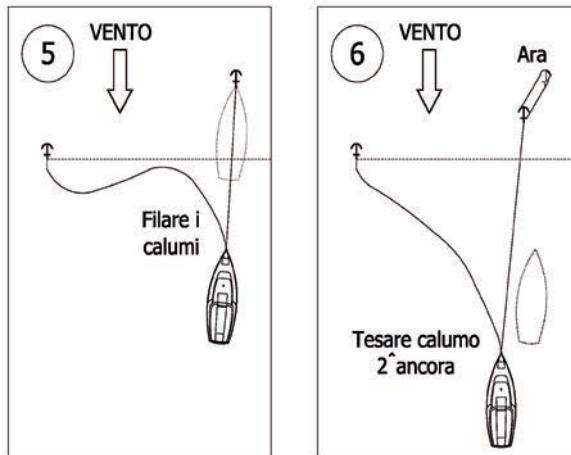

Figura 5
6. Appena avvertiamo una discreta trazione tesando il calumo della seconda ancora lasciamo filare entrambi i calumi di entrambe le ancora avendo cura che non si intreccino (Figura 5).